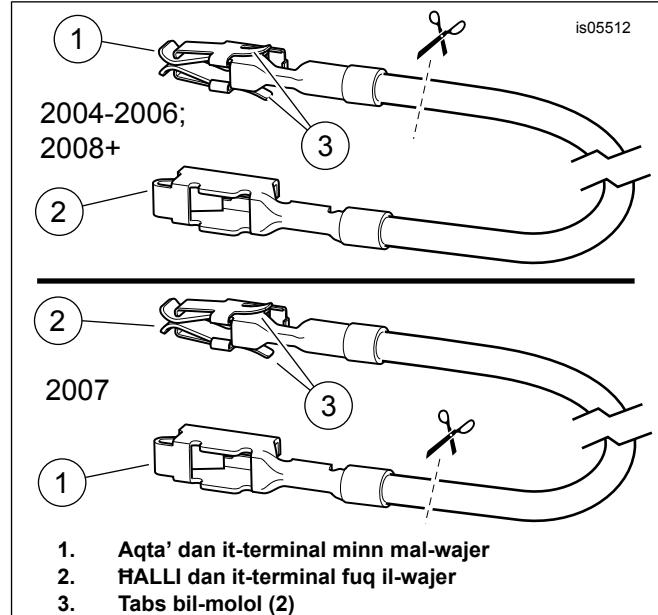

Figura 13. Wajer tal-Adapter tal-Blokka tal-Fjuß (FL Touring)
- Ohrog il-wajer oranjo/abjad tal-adapter tal-fuse block (9) minn ġol-kit. **Għall-Mudelli tal-2004 sal-2006:** Innota t-terminal fuq kull tarf (ara Figura 13 , kif jidher minn fuq). It-terminal biss **MINGHAJR** it-tabs tal-molla jidħol fil-kavità tal-fjuß. Aqta' b'attenzjoni t-terminal LI **GHANDU** it-tabs tal-molla minn mal-wajer u armi. **Għall-mudelli tal-2007:** Innota t-terminal fuq kull tarf (ara Figura 13 , kif jidher minn taħt). It-terminal LI **GHANDU** tabs tal-molol biss jidħol fil-kavità tal-fjuß. Aqta' b'attenzjoni t-terminal LI **M'GHANDUX** it-tabs tal-molla minn mal-wajer u armi.